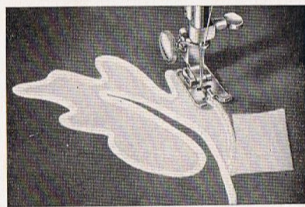

Abb. 54.
2. Eine andere Möglichkeit: die Applikation auf ein Stück Stoff aufzeichnen und mit schmalen und kurzen Stichen (Stichbreite und Stichlänge 1) und zwar Zickzackstichen, aufnähen. Den Stoff dann der Naht entlang abschneiden und die Kante mit breiterer Zickzacknaht und dichten Stichen, wie eine Trense, übernähen. Der Oberfaden soll dabei weniger straff sein, damit sich die Litze schön legt (Abb. 54).